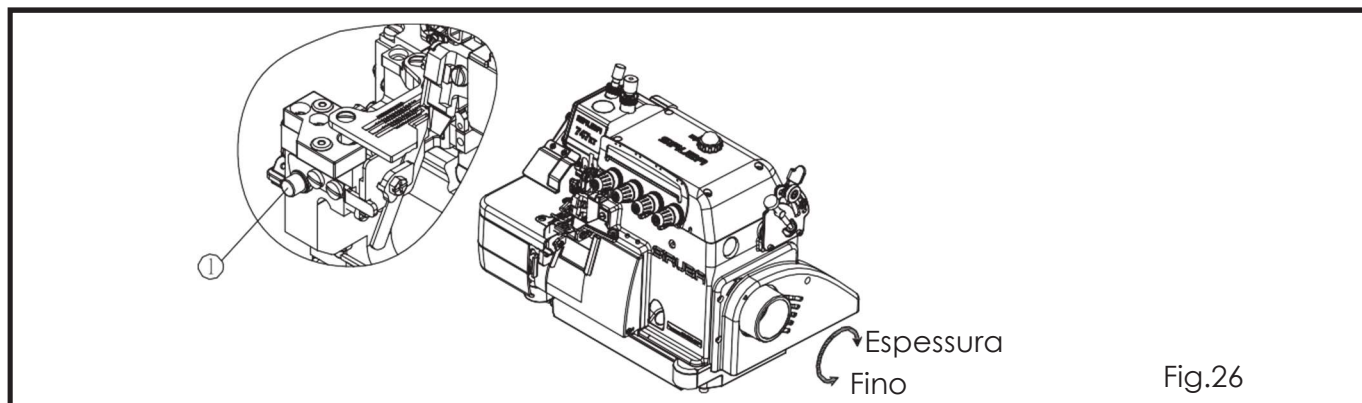

Fig.26
- O comprimento do ponto é ajustado de acordo com o tecido, a taxa diferencial ou outros fatores. Mantenha o botão pressionado ① e gire a polia até o botão travar. Então, solte o botão depois de alcançar o comprimento do ponto desejado (Fig.26) (Tab.4)